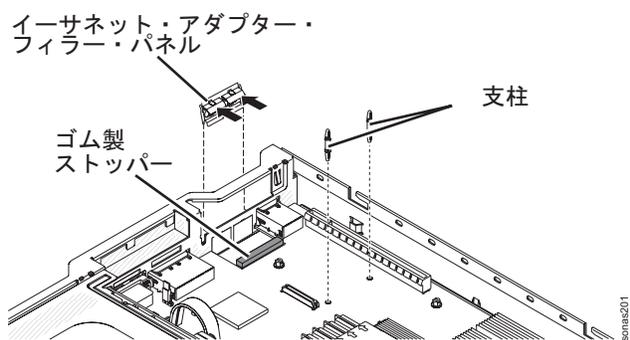

図 14. シャーシ上のイーサネット・アダプター・フィラー・パネルの位置
5. シャーシ背面のイーサネット・アダプター・フィラー・パネルを取り外します (まだ取り外していない場合)。図 14 を参照。